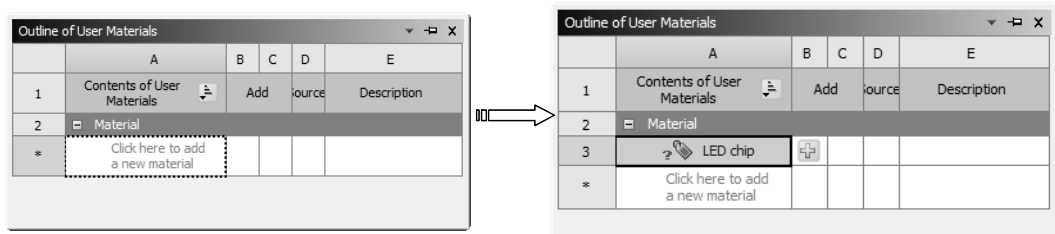

图 3-16 输入材料名称
4) 在【Engineering Data Sources (工程数据源)】窗口中选中新建的工程数据库 User Materials，在出现的【Outline of User Materials (用户材料列表)】窗口中单击【Click here to add a new material】选项，在空白处输入材料名称（如 LED chip），如图 3-16 所示。